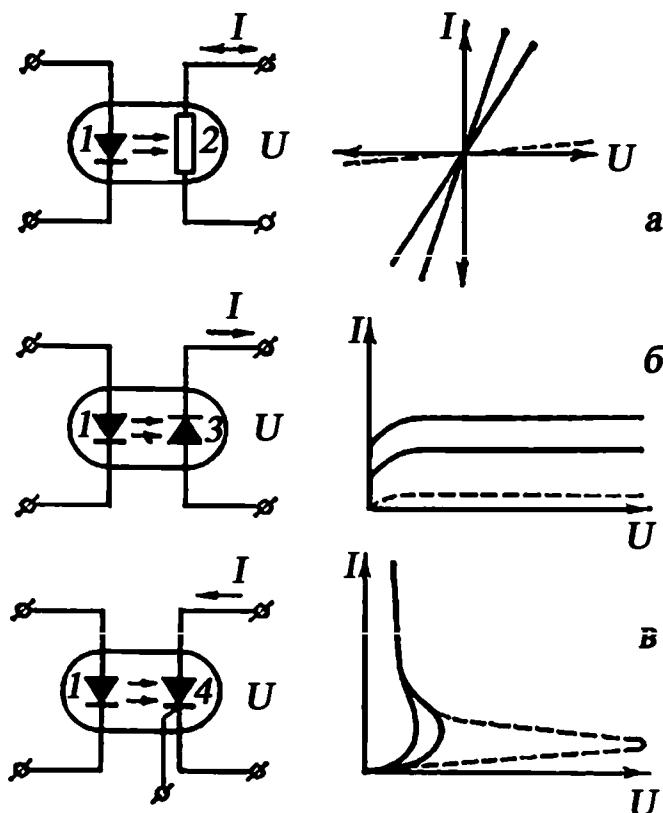

Рис. 2.14. Электрические схемы и выходные характеристики оптронов с фоторезистором (а), фотодиодом (б) и фототиристором (в):
1. Оптопара или оптрон (рис. 2.14) – электронный прибор, состоящий из излучателя света (обычно – светодиод, в ранних изделиях – миниатюрная лампа накаливания) и фотоприёмника (биполярных и полевых фототранзисторов, фотодиодов, фототиристоров, фоторезисторов), связанных оптическим каналом. Принцип работы оптрана заключается в преобразовании электрического сигнала в свет, его передаче по оптическому каналу и последующем преобразовании обратно в электрический сигнал.